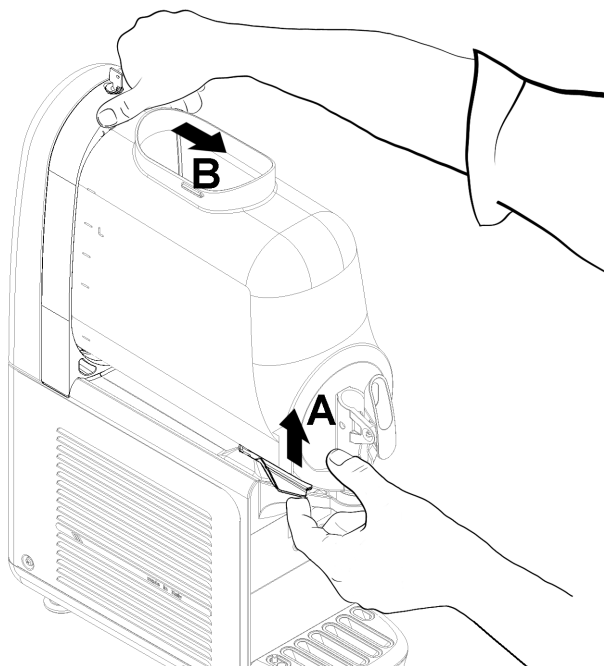
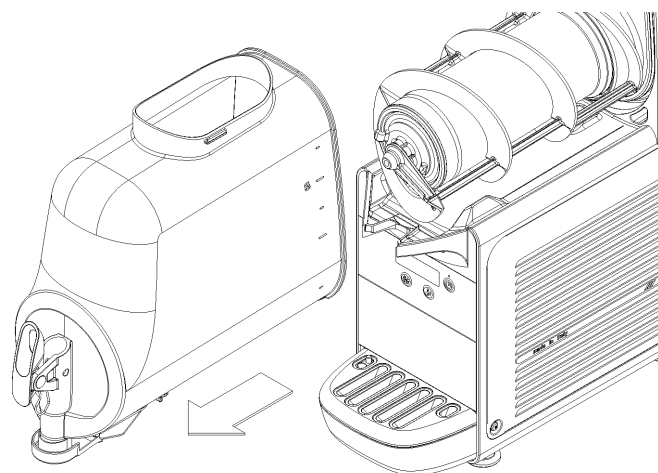

figura 7
figura 8
**2** Per smontare il contenitore è necessario spingere verso l'alto l'apposita leva (vedere figura 7) e quindi sfilare il contenitore stesso (vedere figura 8).